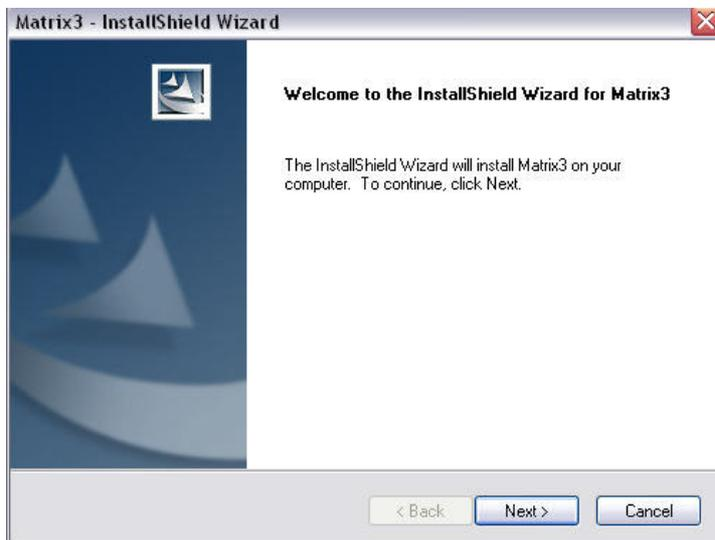

ABB. 7
- Klicken Sie auf „Weiter“, um mit der Softwareinstallation fortzufahren und weiter zum InstallShield Wizard für Matrix3 zu gehen (ABB. 7). Klicken Sie auf die Schaltfläche „Zurück“, um zu einem früheren Installationsfenster zurückzukehren, oder „Abbrechen“, um die Softwareinstallation zu beenden.
- Klicken Sie auf „Weiter“. Der InstallShield Wizard für Matrix3 beginnt mit der Installation (ABB. 7).